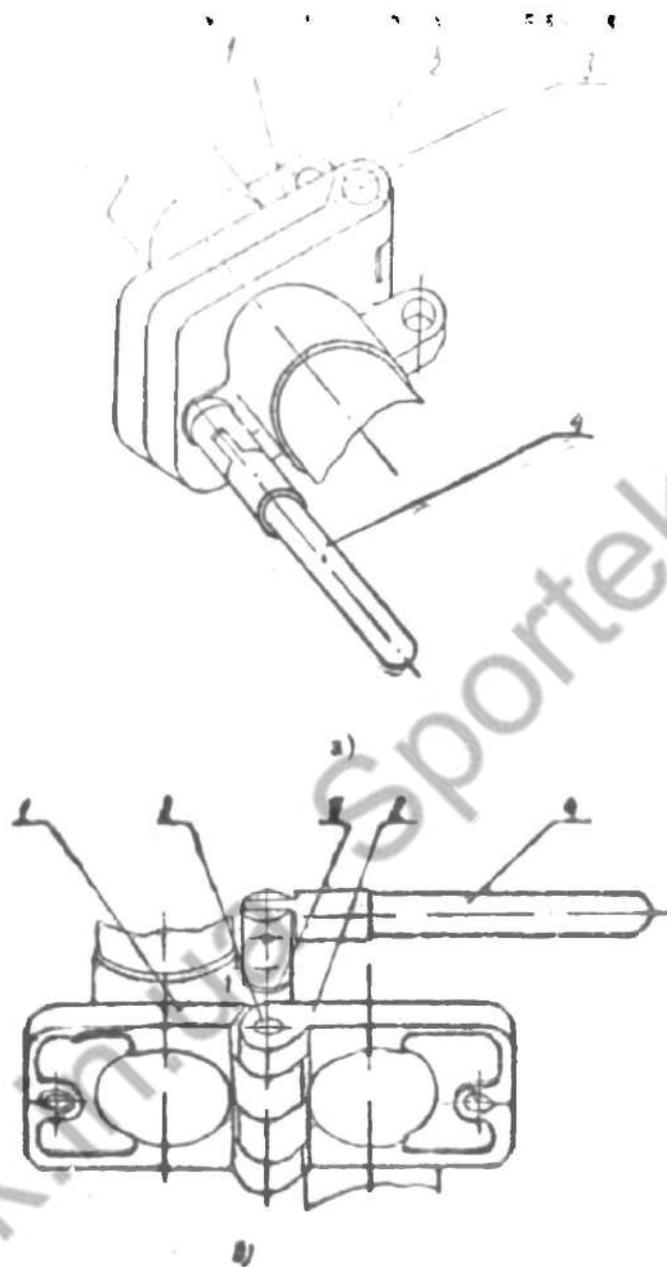

Рис. 23. Замок рамы.
Замок рамы (рис. 23а) состоит из петли передней (1); петли задней (2); оси (3) и рукоятки-винта (4).
Для складывания велосипеда необходимо вывернуть рукоятку-винт (4) из резьбового отверстия передней петли (1), поворотом подовинки велосипеда вокруг оси (3) сложить велосипед, совместив ось резьбового отверстия в приливе задней петли с коническим отверстием в приливе передней петли, и ввернуть рукоятку-винт (4) в резьбовое отверстие прилива задней петли (5) до упора конической поверхности винта в коническую поверхность отверстия в приливе передней петли (рис. 23б).